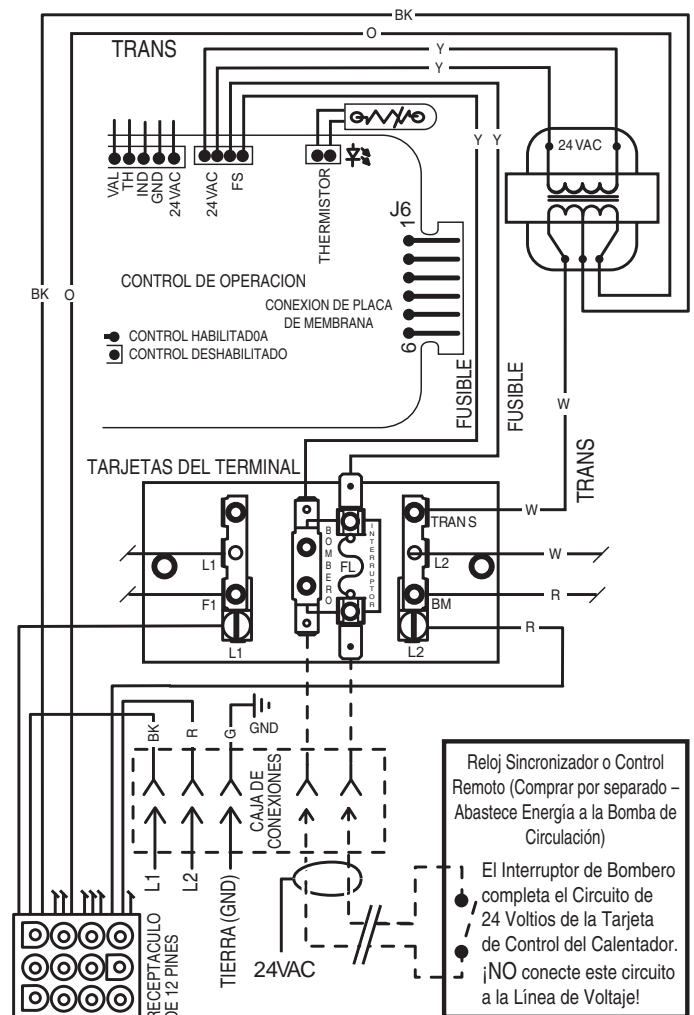

Figura 25.
- Conecte los cables entre los terminales del Interruptor de Bombero en el calentador y el regulador. Conecte los cables del controlador o del sincronizador al Interruptor de Bombero. El controlador, el sincronizador o el regulador deben ser preparados para manejar 24VAC a 0.5 Amp (por que completara el circuito de 24VAC del panel de control en el calentador como se muestra en la Figura 25). NO aplique voltaje de línea a los terminales del interruptor de bombero. Use cable calibre 18 con un mínimo de 3/64" (1.2mm) de grosor de aislamiento clasificado para una elevación de temperatura de por lo menos 105° C.